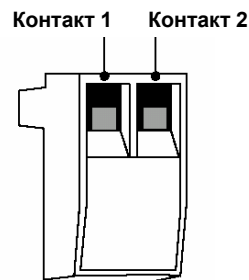

Рисунок 23. REPO разъем
3. Подсоедините изолированные нормально разомкнутые релейные контакты (номинал 60 В постоянного тока максимум, 30 В переменного тока RMS максимум, и 20 мА максимум) через REPO устройство к контакту 1 и контакту 2 (см. рисунок 23). Используйте витой незэкранированный провод размером 18–22 AWG (0.75 мм² – 0 мм²).